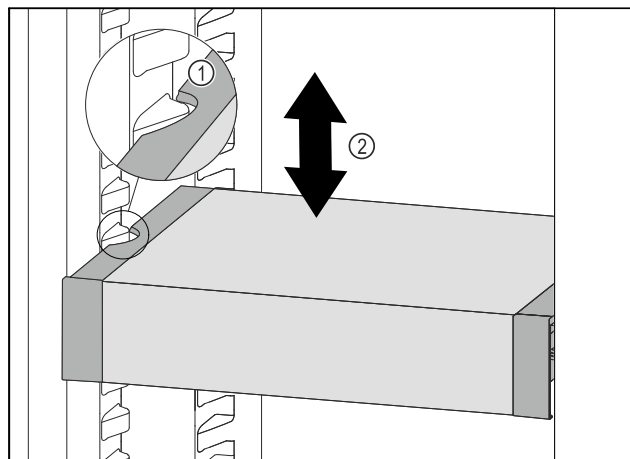

Fig. 41
- ▶ Потягнути VarioSafe вперед, поки бокові заглиблення VarioSafe не опиняться на рівні ребра для резервуара в охолоджувальному відділенні. Fig. 41 (1)
- ▶ Пересувайте VarioSafe вгору або вниз в охолоджувальному відділенні до тих пір, поки не досягнете бажаної висоти. Fig. 41 (2)